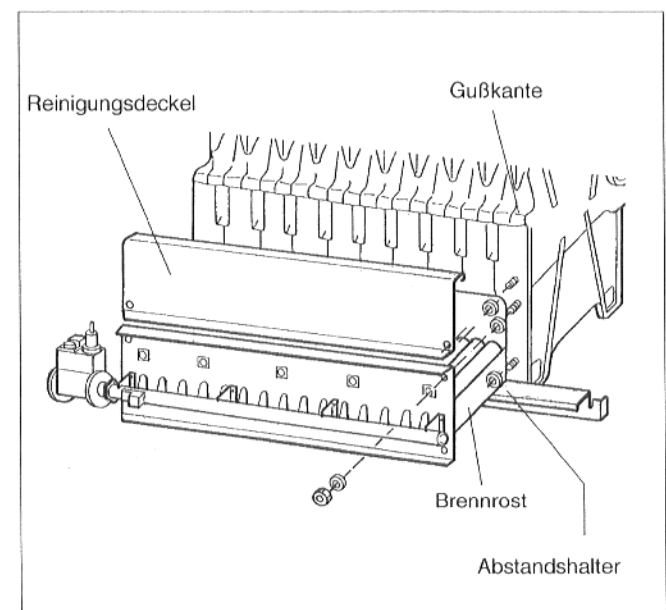

Abb. 22
- Gasbrenner in den Feuerungsraum einschieben. Der Anschluß für die Armatur muß sich auf der Kesselrückseite befinden (Abb. 22).
- Anschlußleitungen spannungsfrei am Gasanschluß (bis 175 kW: Rp $\frac{3}{4}$, ab 200 kW : Rp $1\frac{1}{4}$ an den Kessel anschließen (Abb. 22/23).